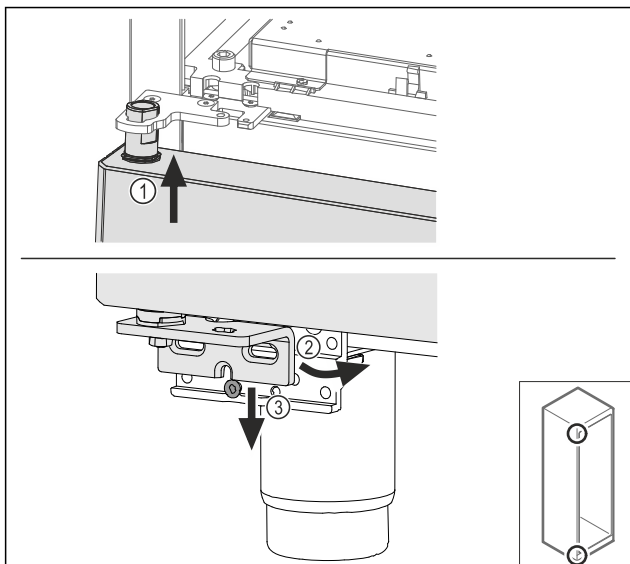

Fig. 68
- Liitä ovi ylhäällä hieman kallistettuna Fig. 68 (1), suuntaa ovi suoraan Fig. 68 (2) ja aseta alhaalla laakerijalustan ruuvit Fig. 68 (3) päälle.